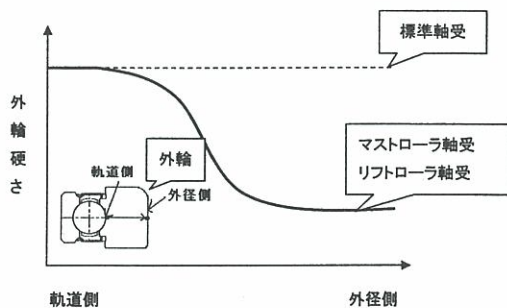

図3 外輪断面の硬さ
- ④摩耗粉が出ないように外輪外径面はマストレールと同程度の比較的軟らかい硬さとし、軌道部は耐久性に必要な標準軸受の硬さにするため、図3に示すように外径面は軟らかく、軌道面は硬くした特殊熱処理を採用しています。